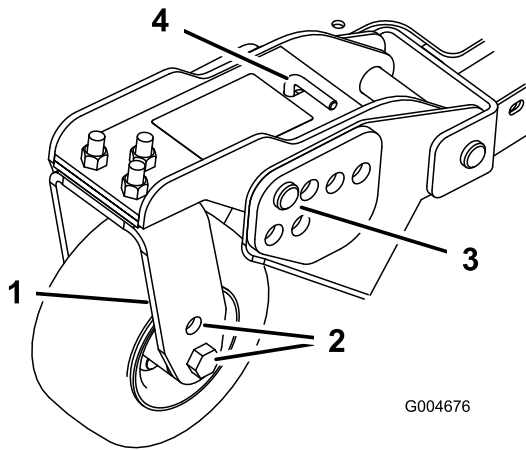
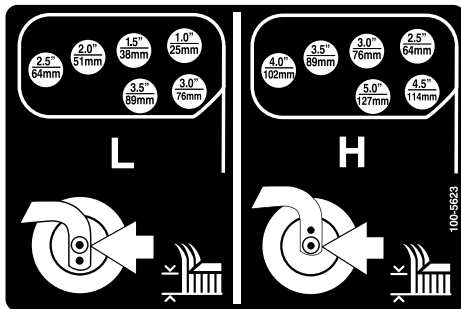

Bild 23
Bild 24
1. Stecken Sie die Laufradachsen in allen Laufradgabeln in die gleichen Löcher (Bild 21 und Bild 23).
5. Entfernen Sie den Splint und die Lastösenbolzen von den Laufradgelenkarmen (Bild 23).
6. Drehen Sie die Spannstaenge, um den Gelenkarm anzuheben oder abzusenken, bis die Löcher mit den ausgewählten Löchern in der Schnitthöhenhalterung im Mähwerkrahmen ausgerichtet sind (Bild 23 und Bild 24).